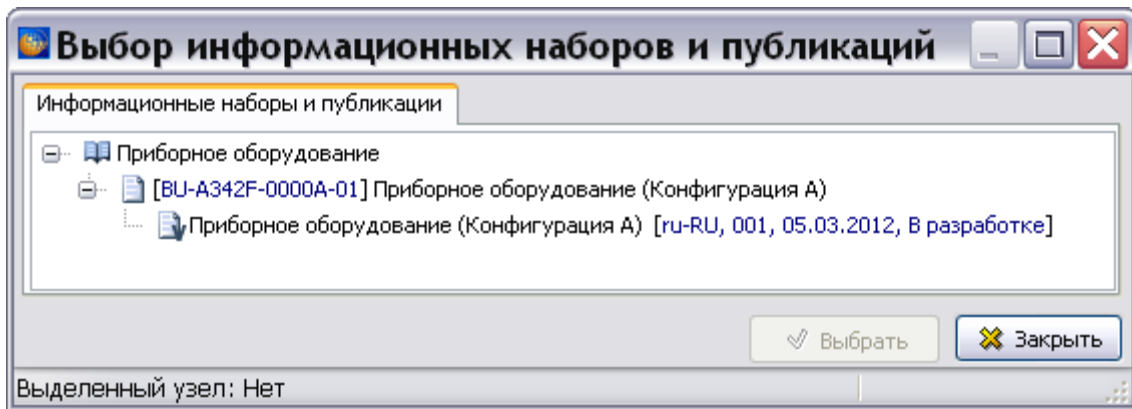

Рис. 21.72
2. После этого откроется окно **Выбор информационных наборов и публикаций** (Рис. 21.72). Если Вы решили изменить свой выбор, нажмите на кнопку **Выбрать публикацию** , расположенную справа от поля. После этого откроется окно **Выбор информационных наборов и публикаций** (Рис. 21.72).